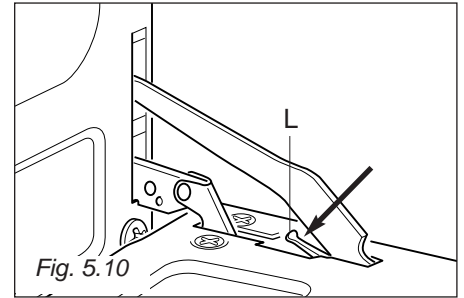

Fig. 5.10
- Presione la palanca "L", manteniéndola en su posición, cierre lentamente la puerta para bloquear la bisagra (fig. 5.10).